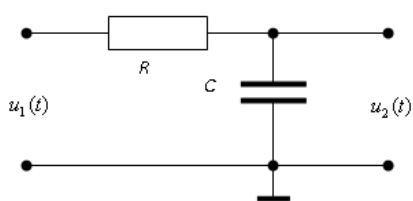

Рис. 5.1
2.2. Рассчитайте спектры амплитуд и фаз колебания $u_1(t)$ на входе RC-цепи (рис. 5.1), если $u_1(t)$ представляет собой периодическую последовательность прямоугольных импульсов
2.3. Рассчитайте спектры амплитуд и фаз колебания $u_2(t)$ на выходе RC -цепи (рис. 5.1), если известно, что:
Выражение для комплексной передаточной функции RC -цепи (рис. 5.1) при $\tau = t_{\text{и}}$ имеет вид
| RC-цепь (рис. 5.1) | k | 1 | 2 | 3 | 4 | 5 |
5. Какие гармонические составляющие колебания $u_1(t)$ попадают в полосу пропускания цепи рис. 5.1?